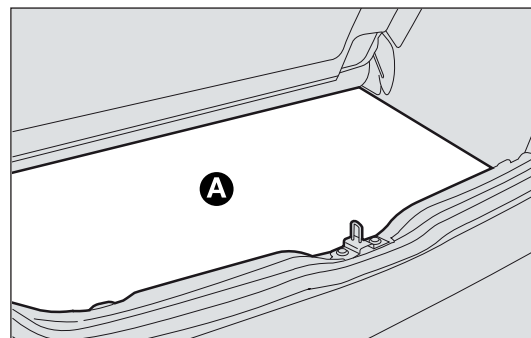

fig. 121
- ☐ levante la alfombra del piso del maletero A-fig. 121;